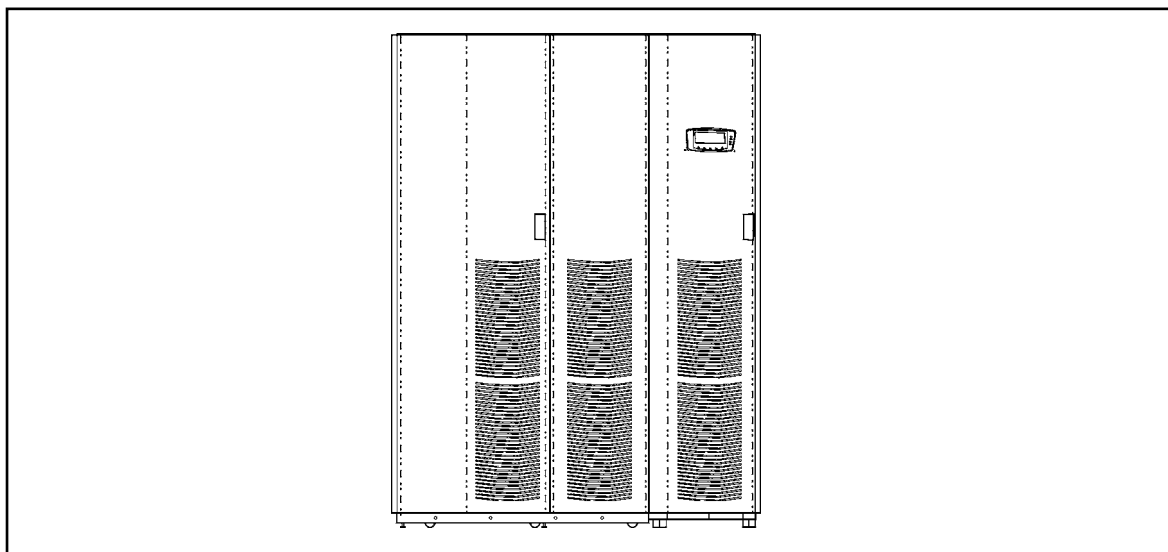

Рис. 10. ИБП 40-80 кВА с большим батарейным шкафом
13. Выполните заземление шкафа батарей с помощью короткого кабеля из монтажного комплекта и проходного отверстия в боковой стенке ИБП. Используйте соответствующие клеммы в шкафах – под нижним лотком в батарейном шкафу и около дверной петли в шкафу ИБП (см. Рис. 10). Необходимые крепежные элементы находятся в монтажном комплекте.
12. Выполните заземление шкафа батарей с помощью короткого кабеля из монтажного комплекта и отверстия в боковой стенке ИБП. Используйте соответствующие клеммы в шкафах – под нижним лотком в батарейном шкафу и около дверной петли в шкафу ИБП (см. Рис. 10). Необходимые крепежные элементы Вы найдете в монтажном комплекте.